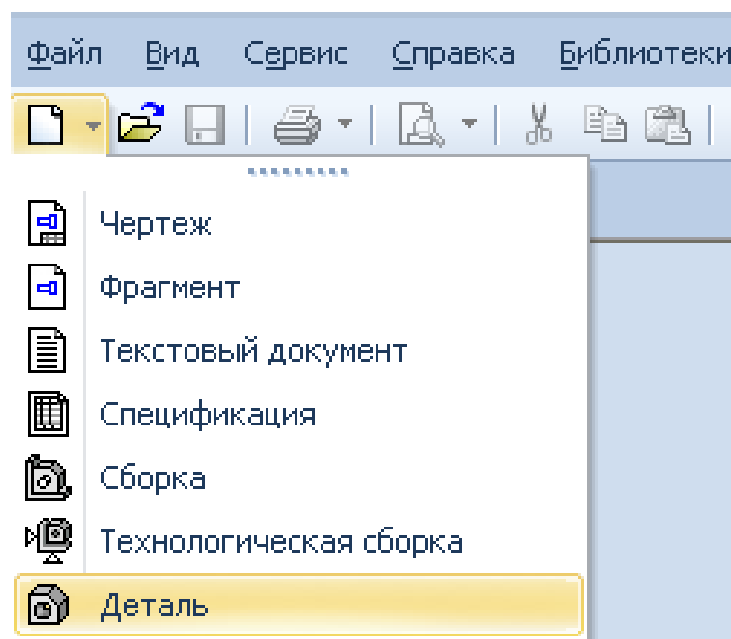

Рис. 3.2.2
1. Створити документ «Деталь»  (рис. 3.2.2).